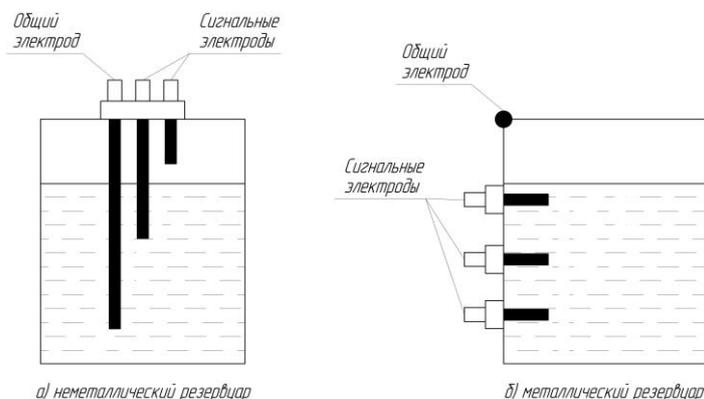

Рисунок 2.1 – Схема размещения электродов в резервуаре
2.1.2 При контроле уровней жидкости в металлическом резервуаре в качестве общего электрода может быть использован корпус резервуара (рисунок 2.1.б).